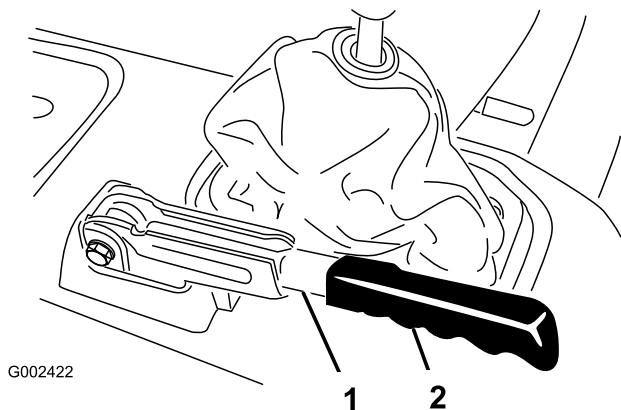

Bild 62
1. Nehmen Sie den Gummigriff vom Feststellbremshebel ab (**Bild 62**).